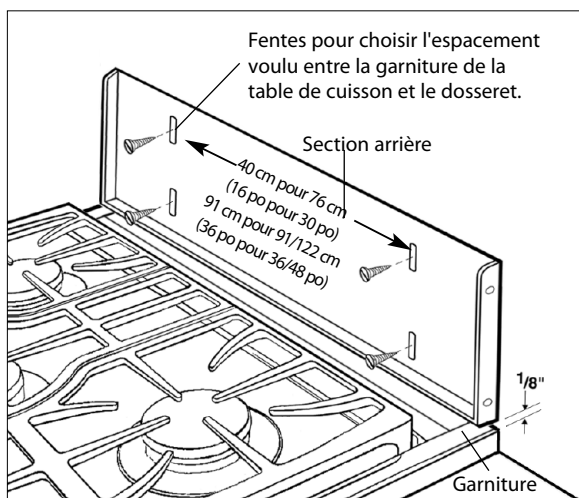

Fig.01
2. Après avoir déballé les pièces du dossier, placez la section arrière en la centrant à 3,5 mm (1/8 po) au-dessus de la garniture fixée à la table de cuisson.\* Fixez la section arrière au mur à l'aide des fixations appropriées (non fournies)(fig. 01).